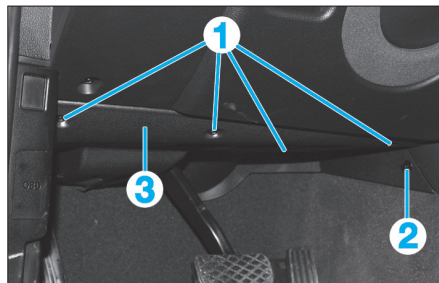

Fig. 3
- Déposer les vis (1) et le rivet expansible (2) (Fig.3).
- Tirer la garniture (3) du pédalier vers l'arrière.